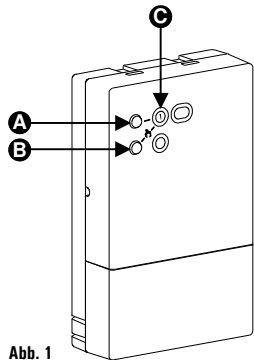

Abb. 1
LED (ⓐ siehe Abb. 1)
### SELBSTLERMODUS - TASTE (ⓐ Abb. 1)
### MANUELLES SCHALTEN DES RELAIS - TASTE (ⓑ Abb. 1)
- Drücken sie nun die entsprechende Taste des Kanals, welchen zugeordnet werden soll. Abb.1 ⓐ für Kanal 1. Der Selbstlernmodus startet und die LED blinkt gelb, mit hoher Frequenz (schnell).
- Drücken der Tasten ⓐ und ⓑ (siehe Abb.1)
Um das System zu testen, ist es möglich, das Ausgangsrelais durch Drücken der Taste ⓑ Abb.1 zu schalten. Durch Drücken der Taste nimmt der Ausgang nacheinander die folgenden Zustände ein: